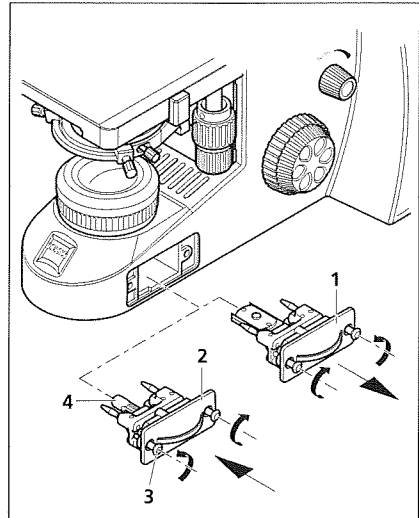

Bild 13 Halogenlampe 6 V / 30 W bzw. LED-Beleuchtung wechseln
- Beide Arretierungsschrauben (Bild 13/3) des Beleuchtungsmoduls (Bild 13/1 bzw. 2) lösen. Dabei die Schrauben leicht gegen die Feder drücken und um 90° drehen: linke Schraube im Uhrzeigersinn, rechte Schraube gegen Uhrzeigersinn.
- Beleuchtungsmodul (Bild 13/1 bzw. 2) aus dem Stativ herausziehen.
- Falls das Stativ mit einer Halogenlampe 6 V / 30 W ausgestattet ist (Bild 13/2), die Halogenlampe (Bild 13/4) aus dem Beleuchtungsträger herausziehen und neue Halogenlampe einsetzen. Die neue Lampe nicht mit bloßen Händen anfassen, da dadurch die Lebensdauer herabgesetzt wird.
- Falls das Stativ mit einer LED ausgestattet ist, das kompletten Beleuchtungsmodul inkl. LED (Bild 13/1) austauschen.
- Beleuchtungsträger (Bild 13/1 bzw. 2) in das Stativ einschieben und mit beiden Schrauben (Bild 13/3) arretieren. Dabei die Schrauben leicht gegen die Feder drücken und um 90° drehen: linke Schraube gegen Uhrzeigersinn, rechte Schraube im Uhrzeigersinn.